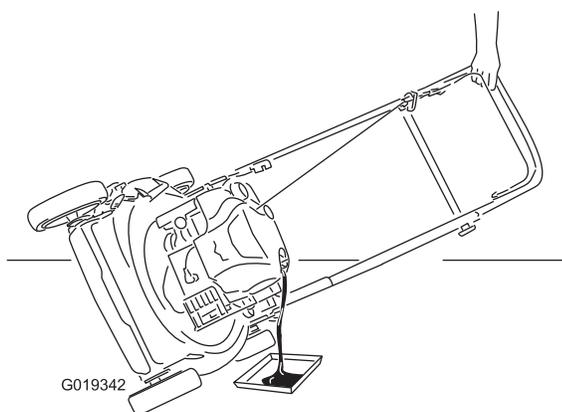

Figura 42
7. Inclinate la macchina sul fianco, con il tubo di riempimento dell'olio in basso, per vuotare l'olio usato attraverso il tubo di riempimento in una bacinella di spurgo (Figura 42).